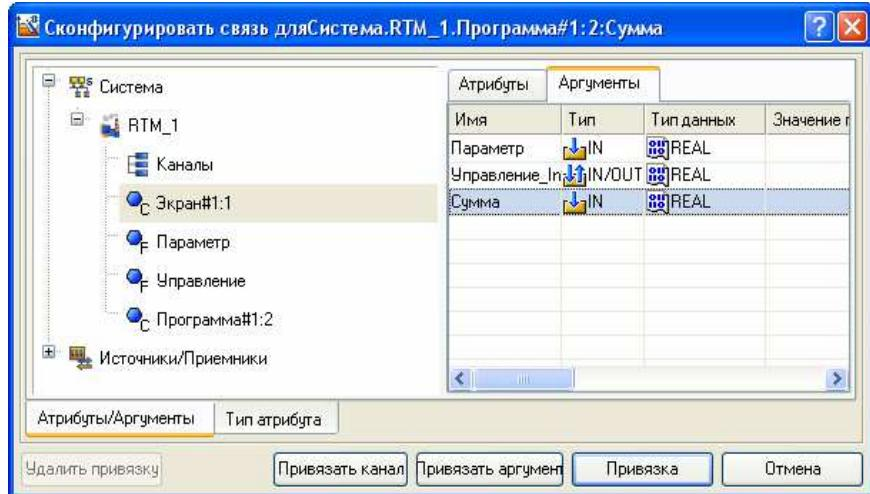

Рис. 5.12
5.4.4.4. Подвійним натисненням в полі **Прив'язка** аргументу програми **Сума** викликати вікно настройки зв'язку, вибрати в лівому вікні канал класу **CALL Экран#1**, а в правому відкрити вкладку **Аргументи** і вказати в ній аргумент **Сума**, потім натисненням ЛК по екранній кнопці **Прив'язка** підтвердити зв'язок (рис. 5.12).